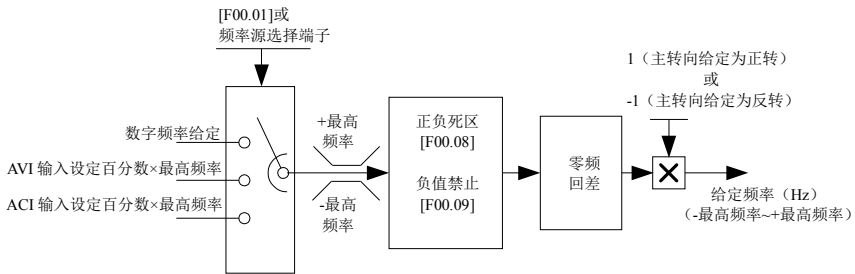
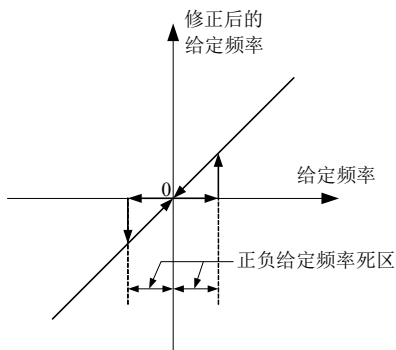

图 15 实际给定频率的形成
图 17 正/负给定频率死区特性
最终的给定频率请参见图 15。给定频率的符号决定了实际的给定方向（正为正转；负为反转）。
- 2) 图 15 中的最终给定频率的符号决定了给定频率的方向：正为正转，负为反转。
此功能用于对主给定频率进行正/负变化的死区处理，可以防止给定在 0 附近时造成的正/反转摆动。死区特性的定义请参见图 17，该功能对于频率给定的影响请参见图 15。
当[F00.09]=1 时，主给定频率若小于 0 则认为等于 0。其作用位置请参见图 15。